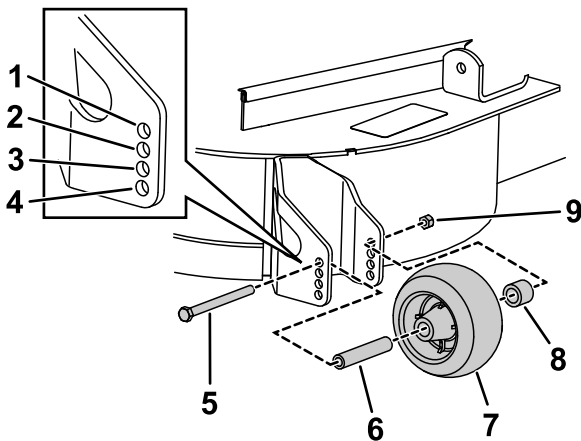

Figure 14
1. Après avoir réglé la hauteur de coupe, réglez les galets en retirant l'écrou à embase, la bague, l'entretoise et le boulon (Figure 14).
3. Montez l'écrou à embase, la bague, l'entretoise et le boulon. Serrez à un couple de 54 à 61 N·m (Figure 14).